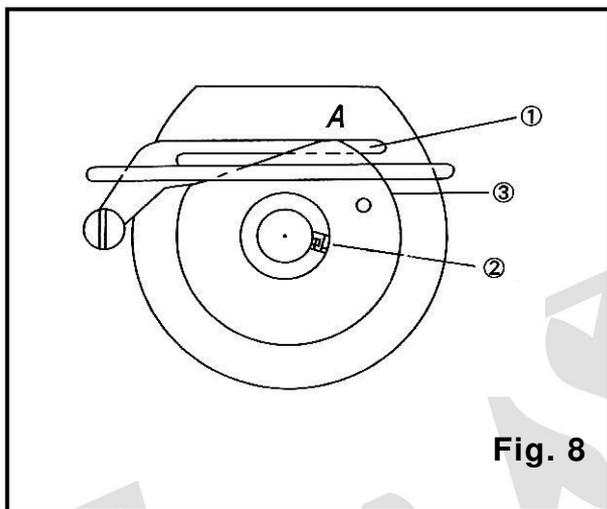

Fig. 8
4. Controle do came do looper do ponto cadeia Fig.8